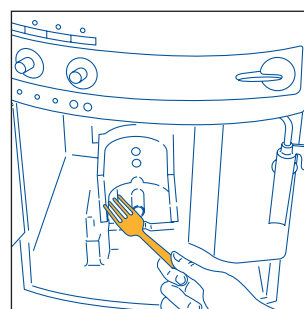

Fig.30
- rengør omhyggeligt maskinens indvendige dele. For at fjerne kaffesterer, der sidder fast i de indre dele, benyt en trægaffel eller en plastikgaffel (fig. 30) og støvsug derefter alle restererne med en støvsuger (fig. 31);